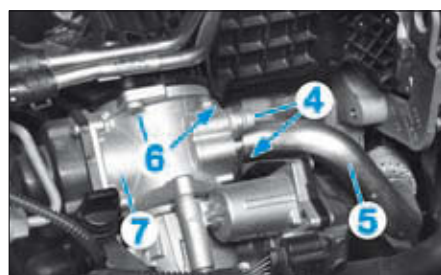

FIG. 61
- les vis (4) de la canalisation de recyclage (5) des gaz d'échappement et la retirer (Fig.61),
- les vis (6) de la vanne EGR (7),